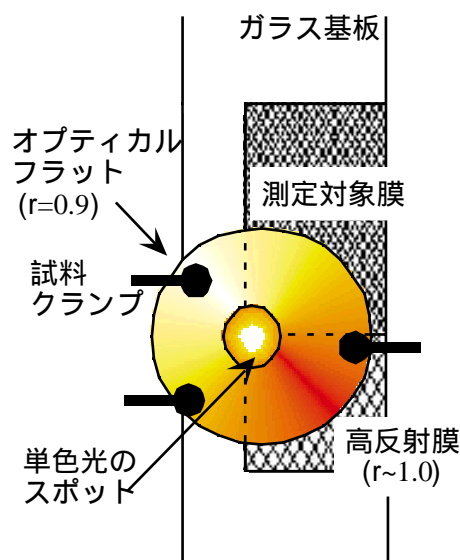

図7 試料の配置
3. 試料を試料台に置き、その上にオプティカルフラット(誘電体ミラー)を乗せる。配置は図7の通り